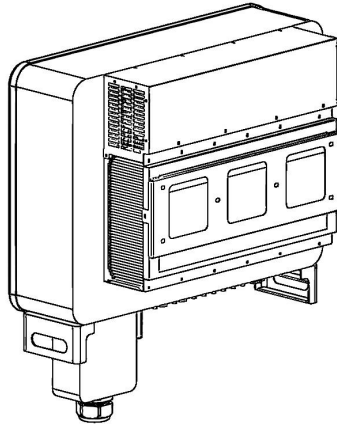

图 2.7 安装逆变器
4. 抬起逆变器并将其挂在背挂板上，然后向下滑动以确保它们完美匹配（如图 2.7）。